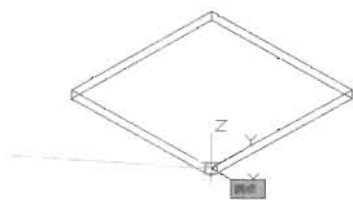

图 12-78
(3) 在命令行中输入 UCS 命令, 将坐标原点移动到如图 12-78 所示的位置, 命令执行过程如下。
指定 X 轴上的点或 <接受>: //捕捉如图 12-78 所示的点